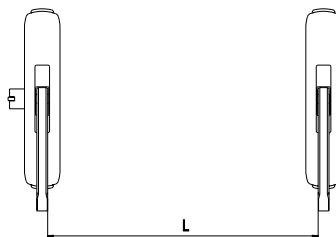

FIG. 11
- 10) Rilevare l'esatta distanza tra le staffe del maniglione (fig. 11) $L = \dots\dots\dots$ e tagliare la barra alla lunghezza di $L - 8 \text{ mm} = \dots\dots\dots + 0,5 \text{ mm} / -1,5 \text{ mm}$
- 10) Measure the exact distance between the stirrup brackets of the panic exit device (Fig. 11) $L = \dots\dots\dots$ and cut the bar to the length $L - 8 \text{ mm} = \dots\dots\dots + 0,5 \text{ mm} / -1,5 \text{ mm}$
- 10) Mesurer la distance exacte entre les brides de la poignée anti-panique (fig. 11) $L = \dots\dots\dots$ et couper la barre à la longueur de $L - 8 \text{ mm} = \dots\dots\dots + 0,5 \text{ mm} / -1,5 \text{ mm}$
- 10) De exacte afstand tussen de twee beugels van het anti-paniekslot (afb. 11) $L = \dots\dots\dots$ bepalen en de duwstang op de lengte $L - 8 \text{ mm} = \dots\dots\dots + 0,5 \text{ mm} / -1,5 \text{ mm}$ afkorten.
- 10) Jetzt mißt man den genauen Abstand zwischen den Türdrücker-Bügel (Abb. 11) $L = \dots\dots\dots$ und schneidet die Stange auf eine Länge von $L - 8 \text{ mm} = \dots\dots\dots + 0,5 \text{ mm} / -1,5 \text{ mm}$ zu.